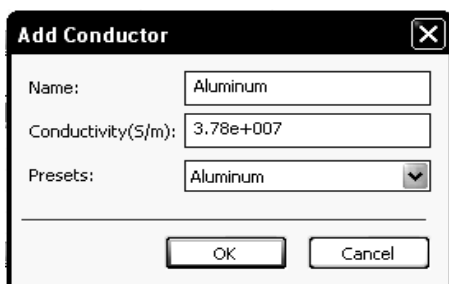
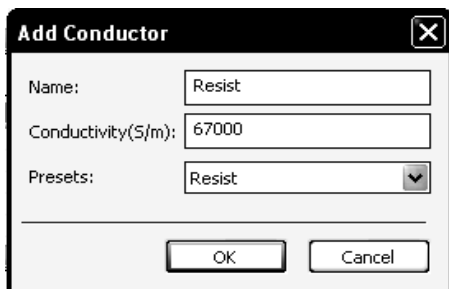
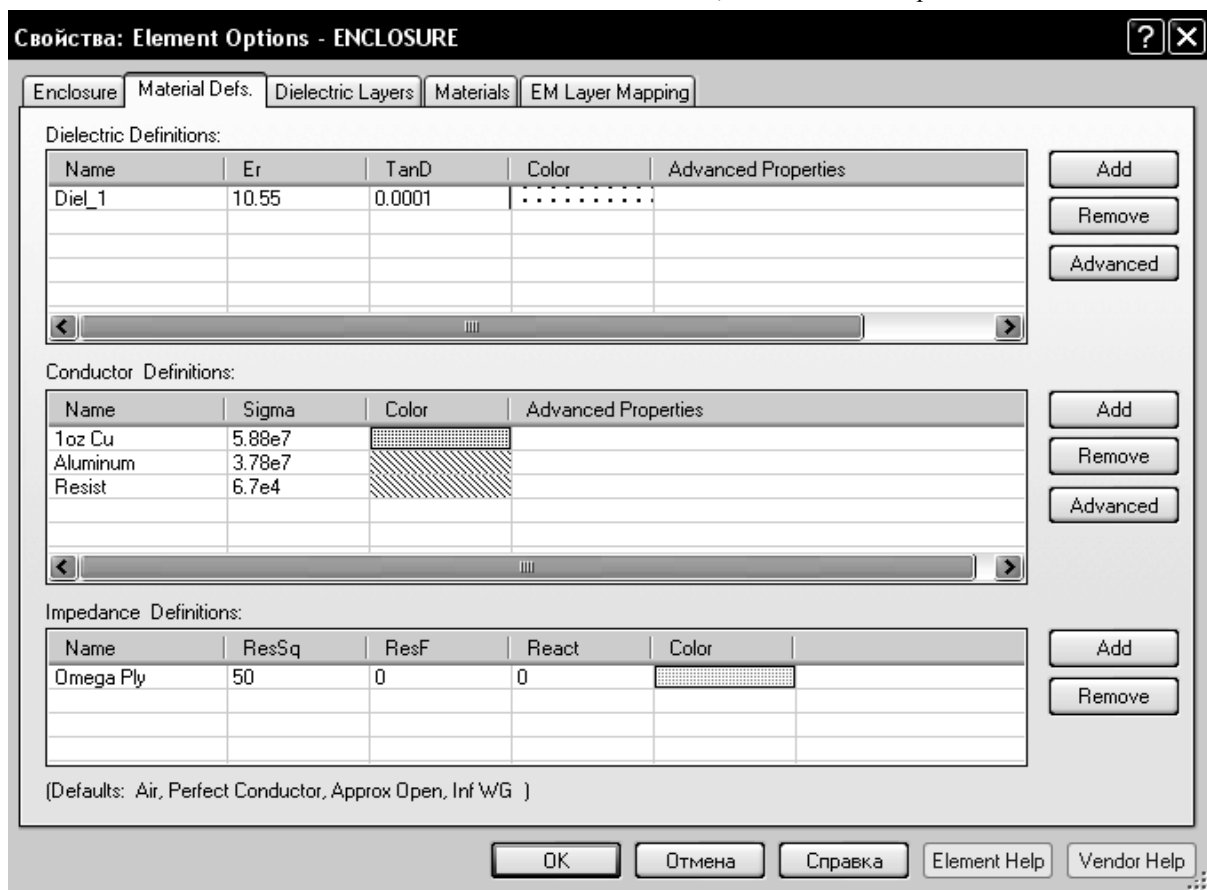

Рис. 5.42
Рис. 5.43
Рис. 5.44
- На вкладке **Material Defs** в области **Dielectric Definitions** для диэлектрического слоя **Diel\_1** введите **Er=10.55**, **TanD=0.0001**. Для области **Conductor Definitions** щёлкните мышкой по кнопке **Add**, чтобы добавить материал проводника. Откроется дополнительное диалоговое окно **Add Conductor** (рис. 5.42). В поле **Presets** (Предварительные установки) введите **Aluminum**, щёлкнув по кнопке в правом конце этого поля, и нажмите **OK**. Снова щёлкните мышкой по кнопке **Add**, в поле **Presets** введите **Resist** (рис. 5.43) и нажмите **OK**. Вкладка **Material Defs** будет выглядеть, как показано на рис. 5.44.